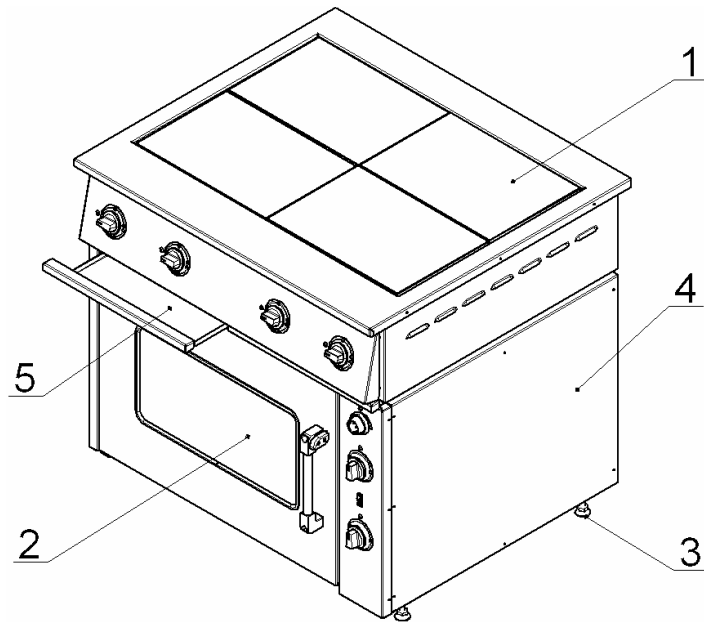
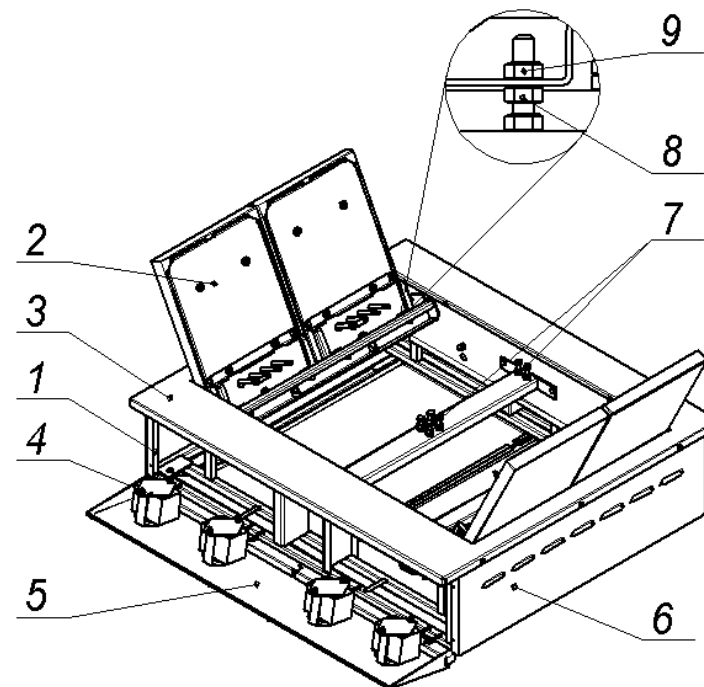
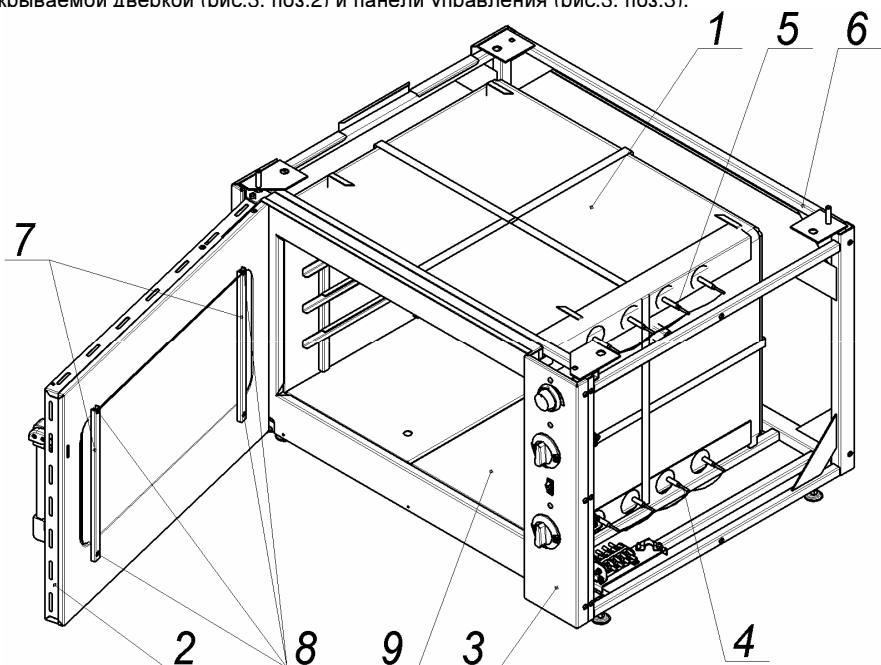
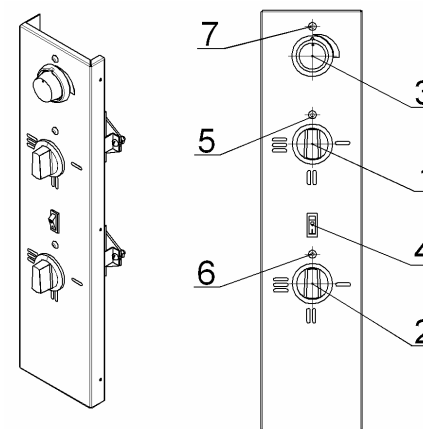

Рис.1
Рис. 2
Рис.3
Рис.4
Чтобы открыть приборную панель плиты, необходимо вынуть выдвижные поддоны (см. рис.1) и вывернуть винты крепления панели к каркасу плиты.
4.3 Собственно плита (рис.2) установлена на жарочный шкаф (рис.1. поз.2) и состоит из каркаса (поз.1), с закрепленными на нём конфорками (поз. 2), столом (поз.3), облицовочными (поз.6) и приборной панелью (поз.5).
4.3.3 Для обслуживания и санитарной уборки, плита оборудована (см. рис.1) выдвижными поддонами (поз.5), так же обеспечен (см. рис.2) свободный доступ к внутренним поверхностям плиты:
4.4 Жарочный шкаф состоит из тепловой (рабочей) камеры (рис.3 поз.1), закрываемой дверкой (рис.3. поз.2) и панели управления (рис.3. поз.3).
- Снять панель управления (рис.3, поз.3) или снять правую облицовочную панель (рис.1, поз.4);
- Снять панель управления (рис.3, поз.3) или правую облицовочную панель (рис.1, поз.4);
4.5 Приборы управления и светосигнальная арматура размещены (рис.4) на панели управления (рис.3 поз.3), которая расположена с правой стороны шкафа.
4.5.1 Ступенчатое регулирование мощности верхних и нижних ТЭНов осуществляется установкой ручек переключателей (поз.1 и 2) в фиксированные положения, обозначенные на панели управления символами I, II и III, что соответствует режимам нагрева ТЭНов: слабый, средний и сильный. При этом, мощность ТЭНов изменяется следующим образом: 0,75 – 1,5 – 3,0 кВт. Отключение ТЭНов производится установкой ручек переключателей в положение «0» (напротив сигнальных ламп рис.4, поз.5 и 6).
Установка и автоматическое поддержание необходимой температуры (от 50 до 300°С) в камере осуществляется терморегулятором (рис.4, поз.3).
Переключатели верхних и нижних ТЭНов, а также терморегулятор снабжены сигнальными лампами (рис.4, поз.5, 6 и 7).
7.4 Установите (по часовой стрелке) лимбом терморегулятора (рис.4, поз.3) температуру в камере шкафа, предусмотренную технологией приготовления продукта (должна загореться сигнальная лампа рис.4. поз.7).
7.5 Установите ручки переключателей (рис.4, поз.1 и 2) верхних и нижних ТЭНов в положения I, II или III (должны загореться сигнальные лампы рис.4, поз.5 и 6).